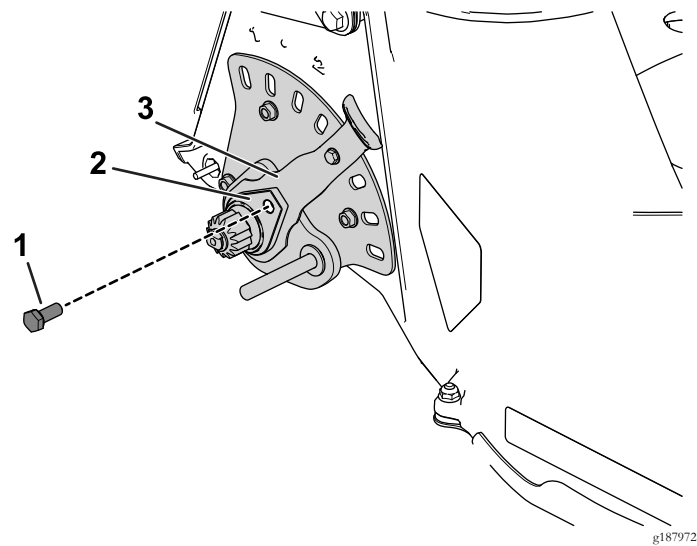

Figura 4
3. Retire el perno del retenedor y deséchelo (Figura 4).
3. Utilice el perno (5/16" x 3/4") para sujetar el retenedor a la palanca de altura de corte (Figura 4).